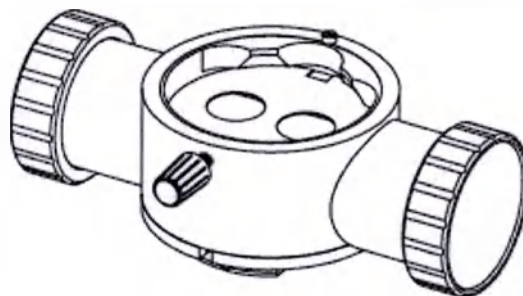

Рис. 22
13.1 Двойной светоделитель (рис. 22)